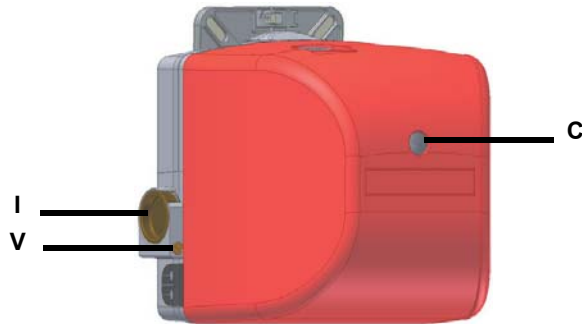

Fig. 10
- 1 Antes poner en funcionamiento el quemador, regular la apertura lenta del grupo de válvulas: para regular la apertura lenta, quitar la calota **T** (véase Fig. 10), voltearla y colocarla en el perno **VR** con ranura correspondiente ubicada en la parte superior. Enroscando el caudal de encendido disminuye, mientras que desenroscando, el caudal de encendido aumenta. No regular el tornillo **VR** con un destornillador. **NOTA:** El tornillo **VSB** se debe quitar sólo cuando se deba sustituir la bobina.
- 2 Poner en funcionamiento el quemador llevando a la posición ON el interruptor general y cerrando la serie termostática: en caso de bloqueo accionar el pulsador RESET (C) presente en la tapa del quemador (véase Fig. 10).